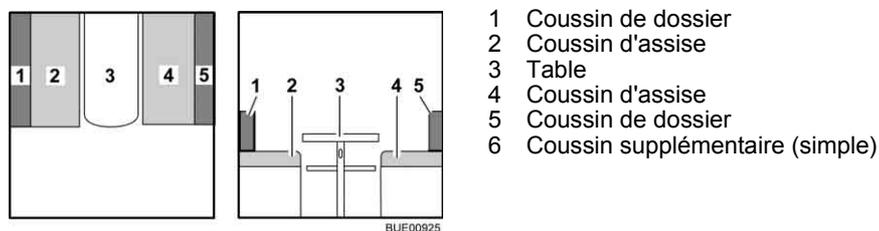

Fig. 95 Avant la transformation
- Convertir la table (Fig. 95,3) en sommier de lit (voir paragraphe 6.12).